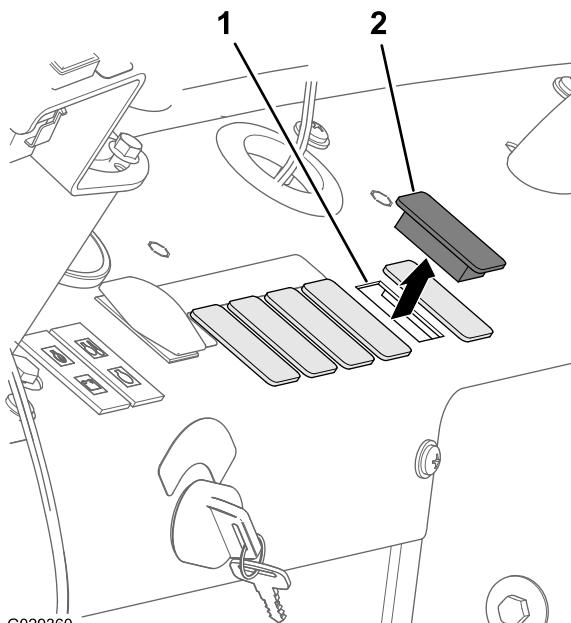
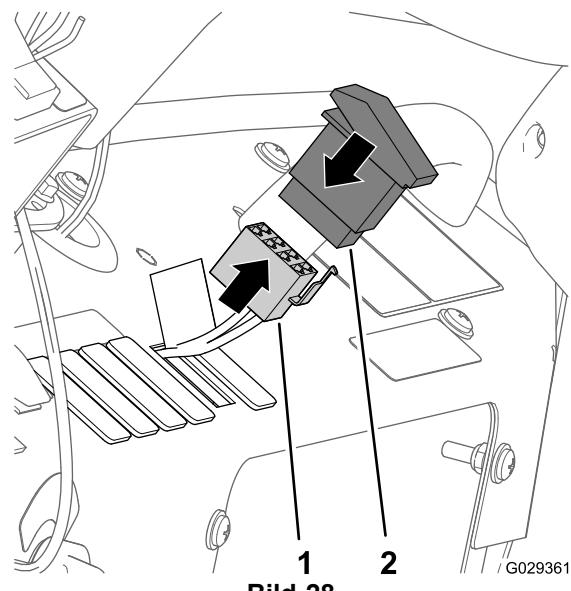

Bild 27
Bild 28
2. Fluchten Sie den 8-Buchsenstecker durch die Öffnung im Armaturenbrett aus und schließen den Stecker an den Stiften (Bild 28) hinten am Kippschalter mit zwei Stellungen (EIN/AUS-SCHALTER FÜR KOMPRESSOR) an.
3. Befestigen Sie den Schalter im Armaturenbrett und drücken Sie auf den Schalter, bis er in der Öffnung einrastet (Bild 27 und Bild 28).